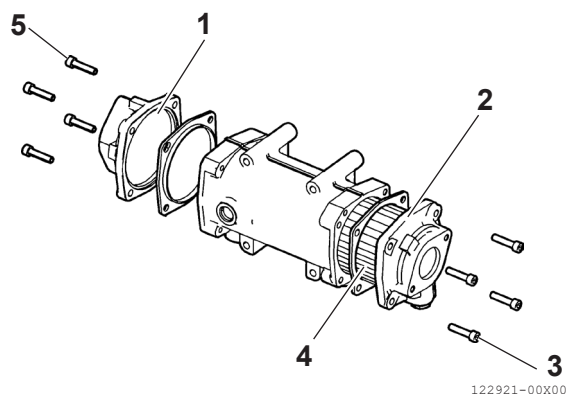

Bild 15
5. Avlägsna höljen (bild 15, (1)) och (bild 15, (2)) vid en bänk eller annat lämpligt ställe.
6. Dra ut rörknippet (bild 15, (4)).
12. Dra åt fästskruvarna (bild 15, (3)) och (bild 15, (5)) till angivet moment.